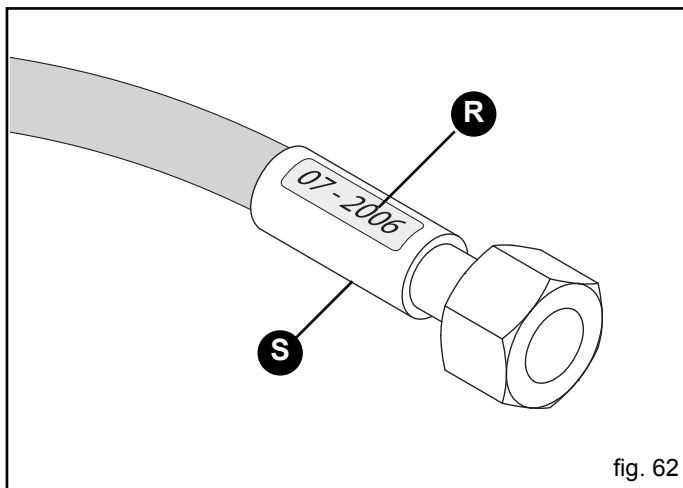

fig. 62
Auf Abbildung 62 (R) ist ein Beispiel zum Produktionsjahr der ölhydraulischen Rohre angegeben.
- Lecks in der Nähe der Einlagen (S, Abb. 62);
- Korrosion der Einlagen (S, Abb. 62);
- mehr als 5 Jahre seit dem Produktionsdatum vergangen sind (R, Abb. 62).